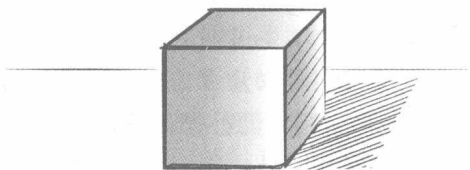

图 1-4 这个方块仍是一个 2D 物体
① 主要是根据空气动力学检测汽车车身流线。——译者注
有趣的是，有时一个 2D 物体会表示出 3D 物体。请看图 1-4，图中所示是画出的一个放置在平面上的方块。这个方块之所以看着很像真的 3D 物体，是因为它是通过 3D 方法绘制的。这种看起来很有立体感的视图，就叫做“正交视图”^①，该视图能让你从某个特定的视角观察模型，以反映出物体两面或者更多面的情况。
现在事情就变得有意思了：就如你在图 1-4 中所看见的方块一样，一个 3D 物体并不一定就是真正的实物。你可以将一个实物放在手上仔细端详，想一想本节开头的那辆玩具小车，你能拿着它在手中翻转看它的底部，也能把它放在地板上滑来滑去，你甚至可以把它丢到一杯水中看它是不是会浮起来（当然最好别这么做）。
现在再回过头来看一看图 1-4 中所示的方块吧。你能把它转过来看看它的底部是什么吗？不能。你能把它像骰子一样丢到地板上滚来滚去吗？不能；你能把它丢到一杯水中吗？不能。你只能把画着方块的纸丢到水中，而不是那个方块本身。